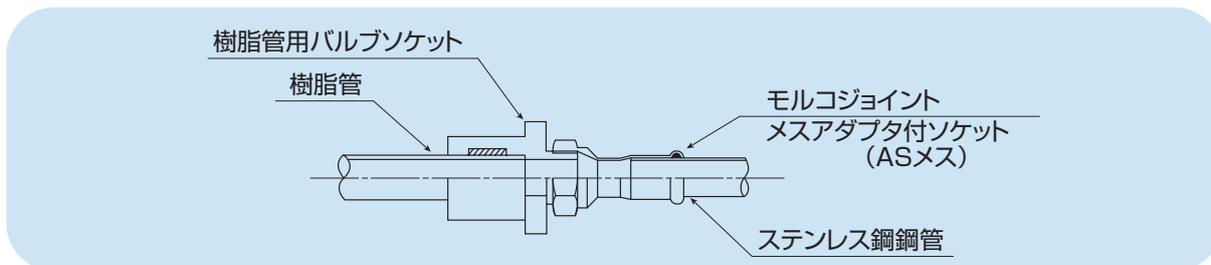

図2-7-6 樹脂管とのねじ接合
(4) 樹脂管との接合方法
- 図2-7-6のように接合します。